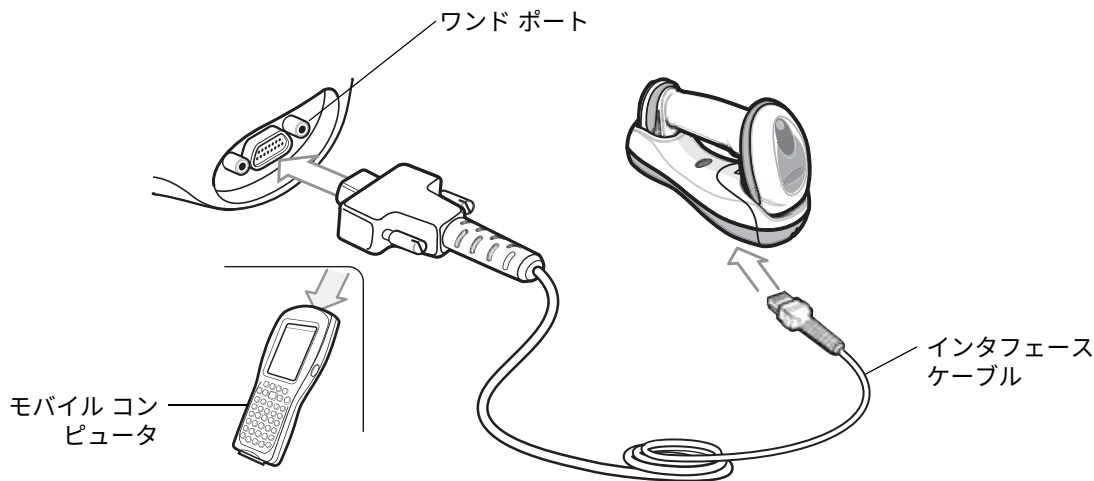

図 11-1 ワンド エミュレーション接続
- ✓ **注** 必要なインタフェース ケーブルは、設定によって異なります。図 11-1 のイラストに示したコネクタは、あくまでも例です。実際には、別のコネクタが使用される場合もありますが、クレードルの接続手順は同じです。